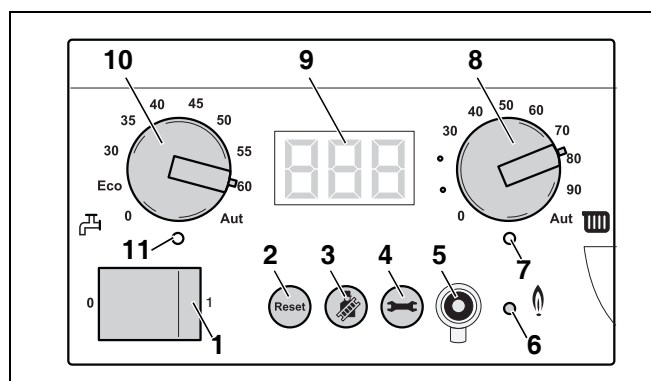

Bild 56 Grundkontroll BC10
Med strömbrytaren (bild 56, pos. 1) kan du koppla till och från värmepannan.
Om en störning uppstår kan det vara nödvändigt att starta om värmepannan med hjälp av knappen "reset" (bild 56, pos. 2).
Med knappen för skorstenssotning (bild 56, pos. 3) kan värmepannan ställas in på avgastest, servicedrift och manuell drift.
Under sotar-, service- och den manuella driften gäller en maximal pannvattentemperatur, som motsvarar inställningen på vridknappen för maximal pannvattentemperatur (bild 56, pos. 8) på grundkontrollen BC10.
- Begränsa den maximala pannvattentemperaturen med vridknappen för maximal pannvattentemperatur (bild 56, pos. 8) till den tillåtna framledningstemperaturen för golvvärmekretsen (oftast maximalt 40 °C).
Med knappen för statusvisning (bild 56, pos. 4) kan den aktuella pannvattentemperaturen, det aktuella anläggningstrycket osv. visas på displayen. Se även tab. 18, "Displayvärden", sidan 83, tab. 19, "Displayinställningar", sidan 83 och tab. 20, "Displaykoder", sidan 84.